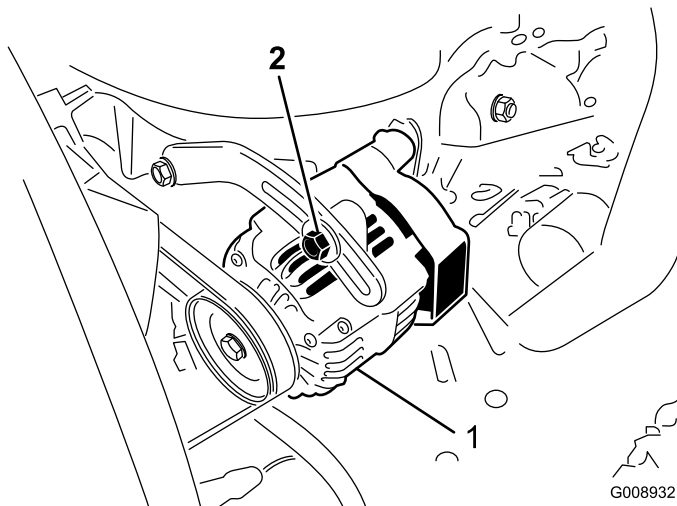

Figura 52
Controllate lo stato e la tensione delle cinghie (Figura 52) ogni 100 ore di servizio.
2. Se l'inflexione non è di 10 mm, allentate i bulloni di fissaggio dell'alternatore (Figura 52). Aumentate o riducete la tensione della cinghia dell'alternatore e serrate i bulloni. Controllate di nuovo l'inflexione della cinghia per accertare che sia esatta.